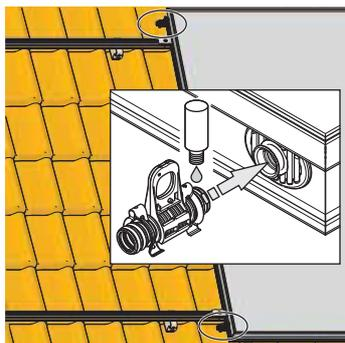

Figure 3-25 Insérez le compensateur
4. Graissez les joints toriques des compensateurs avec un lubrifiant (Figure 3-25).